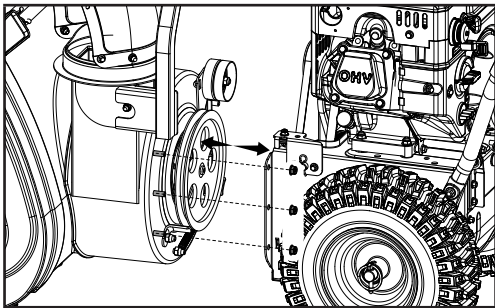

Figure 39
6. Dévissez 6 écrous M8 pour séparer le boîtier de la tarière de la base (figure 39).